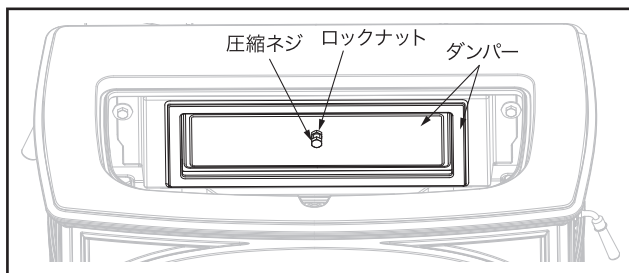

図3.3 六角レンチを使用してのダンパーの調整。
1. グリドルを取り外します。ダンパーの中心にあるロックナットを緩めます。(図3.3)